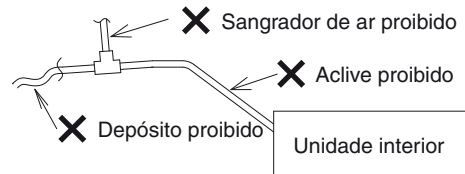

Fig. 3-7
(2) Limitações da ligação do tubo de drenagem
- Não instale o tubo de drenagem com um aclave desde a ligação da abertura de drenagem. Isso fará que a água de drenagem flua de volta e vaze quando a unidade não estiver a funcionar. (Fig. 3-7)
- Não instale um sangrador de ar pois isso pode causar o salpico de água da saída do tubo de drenagem. (Fig. 3-7)
- Não providencie um depósito em forma de “U” ou um depósito em forma de sino na parte intermédia do tubo de drenagem. Fazer isso provocaria um som anormal. (Fig. 3-7)